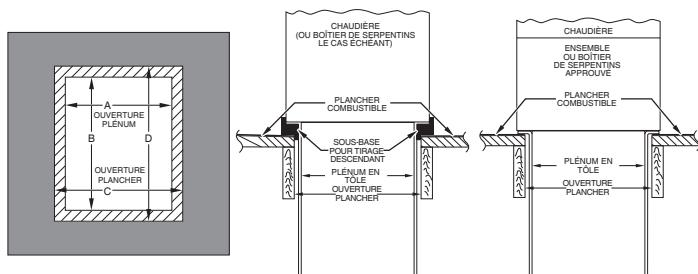

Fig. 25 – Installation sur plancher combustible
2. Percez un trou dans le plancher conformément au Tableau 6 et à la Fig. 25.
3. Construisez un plenum selon les dimensions spécifiées au Tableau 6 et à la Fig. 25.
4. Si une sous-base pour tirage descendant est utilisée, installez-la comme illustré. Si un serpentin d'évaporateur en boîtier ou un caisson de serpentin d'évaporateur du fabricant est utilisé, installez-le comme illustré à la Fig. 25.